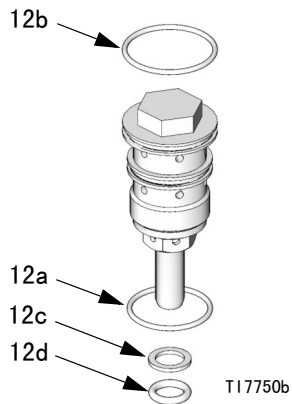

图 13：原动阀详图
4. 请参见图 13。拧下动阀组件（12）。小 O 形圈（12c、12d）可能不会随动阀组件卸下。一定要将它们从顶帽（1）或底盖（3）上卸下。